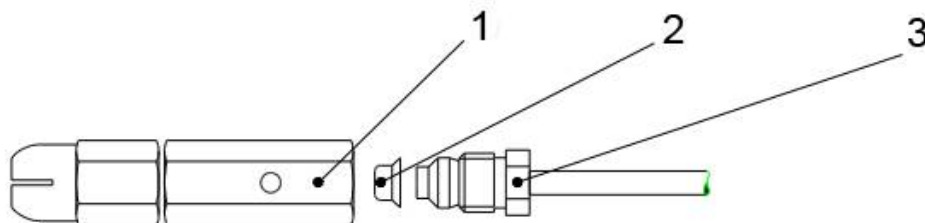

Рис.6 Устройство запальной горелки
- Отвинтите гайку с терморой 3 (рис.6) от нижней части запальной горелки 1 (рис.6).
- Замените сопло запальной горелки 2 (рис.6) на необходимое.